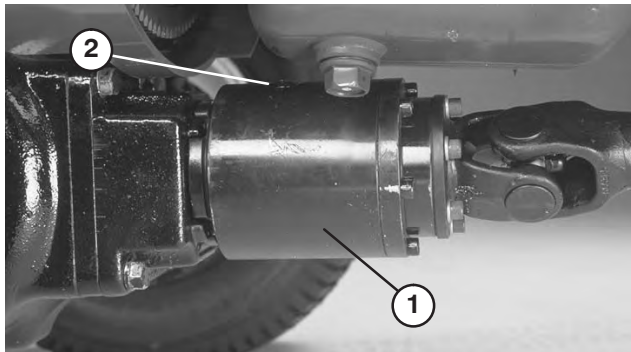

Bild 75
3. Drehen Sie die Kupplung, sodass die Prüfschraube nach unten gerichtet ist (Bild 75).